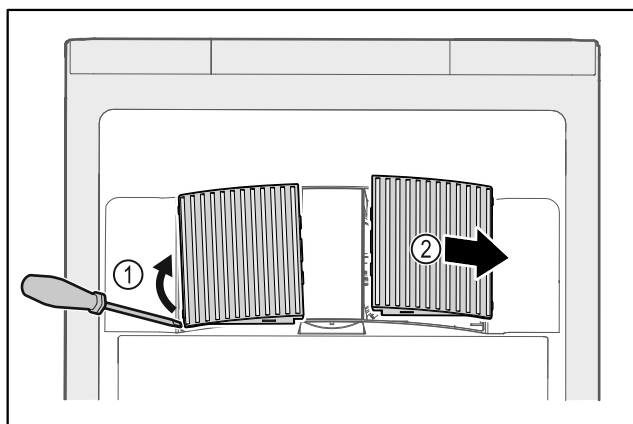

Fig. 137
- ▶ Кожух вентилятора обережно підважити зі сторони Fig. 137 (1) і витягнути рухом вперед Fig. 137 (2).